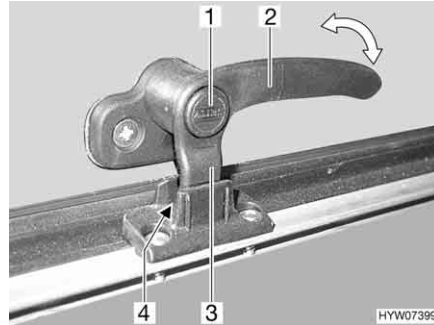
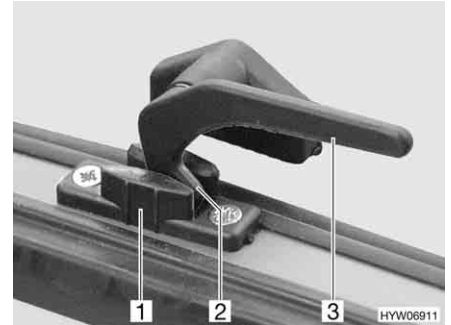

Bild 57 Verriegelungshebel mit Sicherungsknopf in Stellung "Dauerbelüftung"
Bild 58 Verriegelungshebel in Stellung "Dauerbelüftung"
- in Stellung "Dauerbelüftung" (Bild 57 und Bild 58)
- Wenn vorhanden, Sicherungsknopf (Bild 57,1) drücken und gedrückt halten.
- Den Verriegelungshebel (Bild 57,2 oder Bild 58,3) eine viertel Umdrehung zur Fenstermitte hin drehen.
- Den Verriegelungshebel wieder zurückdrehen. Die Verriegelungsnase (Bild 57,3 oder Bild 58,2) am Verriegelungshebel dabei in die Aussparung der Fensterverriegelung (Bild 57,4 oder Bild 58,1) einfahren.
- Wenn vorhanden, Sicherungsknopf (Bild 57,1) loslassen.